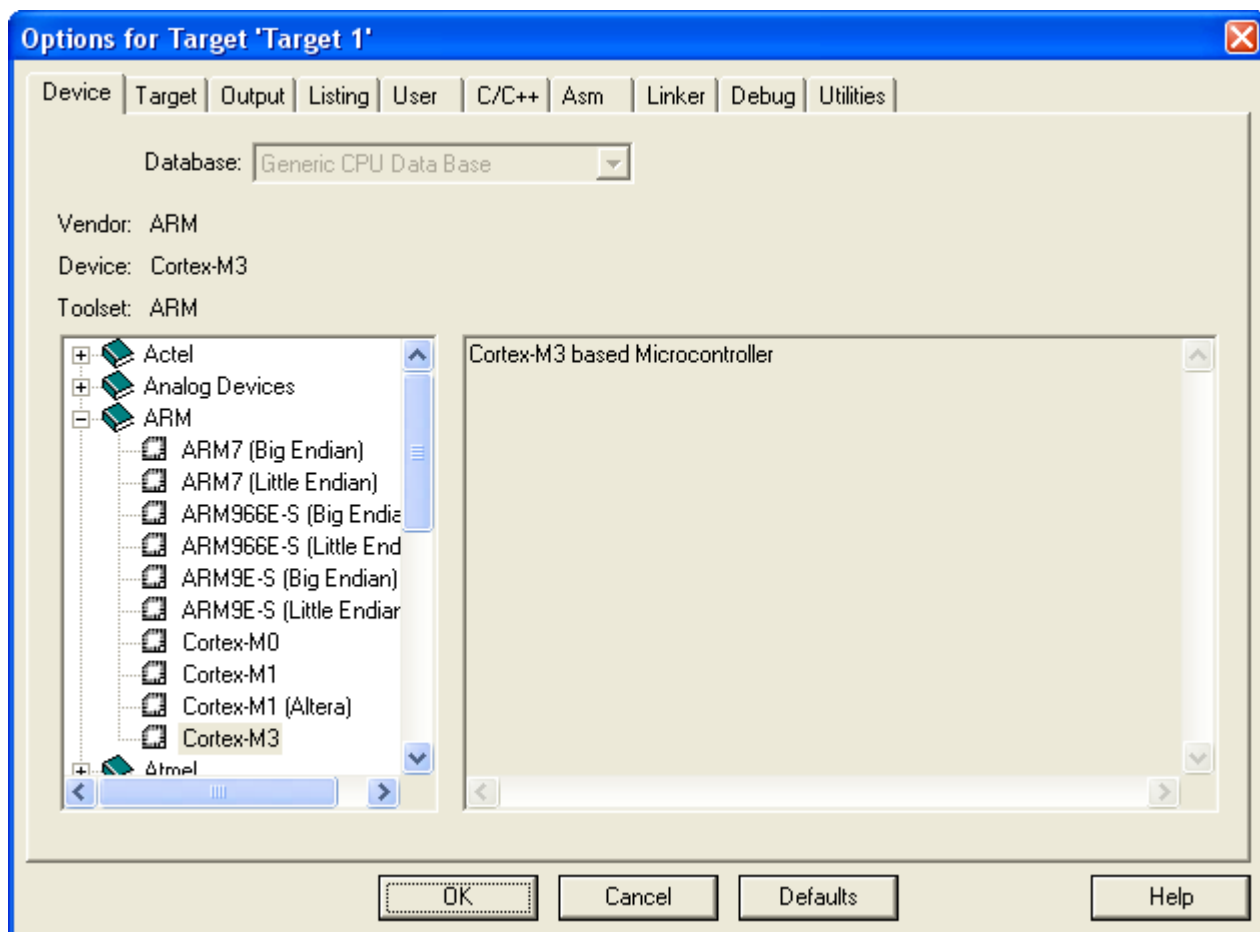

Рис. 2
- 3.2. После создания нового проекта в меню Project Options в закладке Device необходимо выбрать процессор ARM Cortex-M3 (Рис. 2).